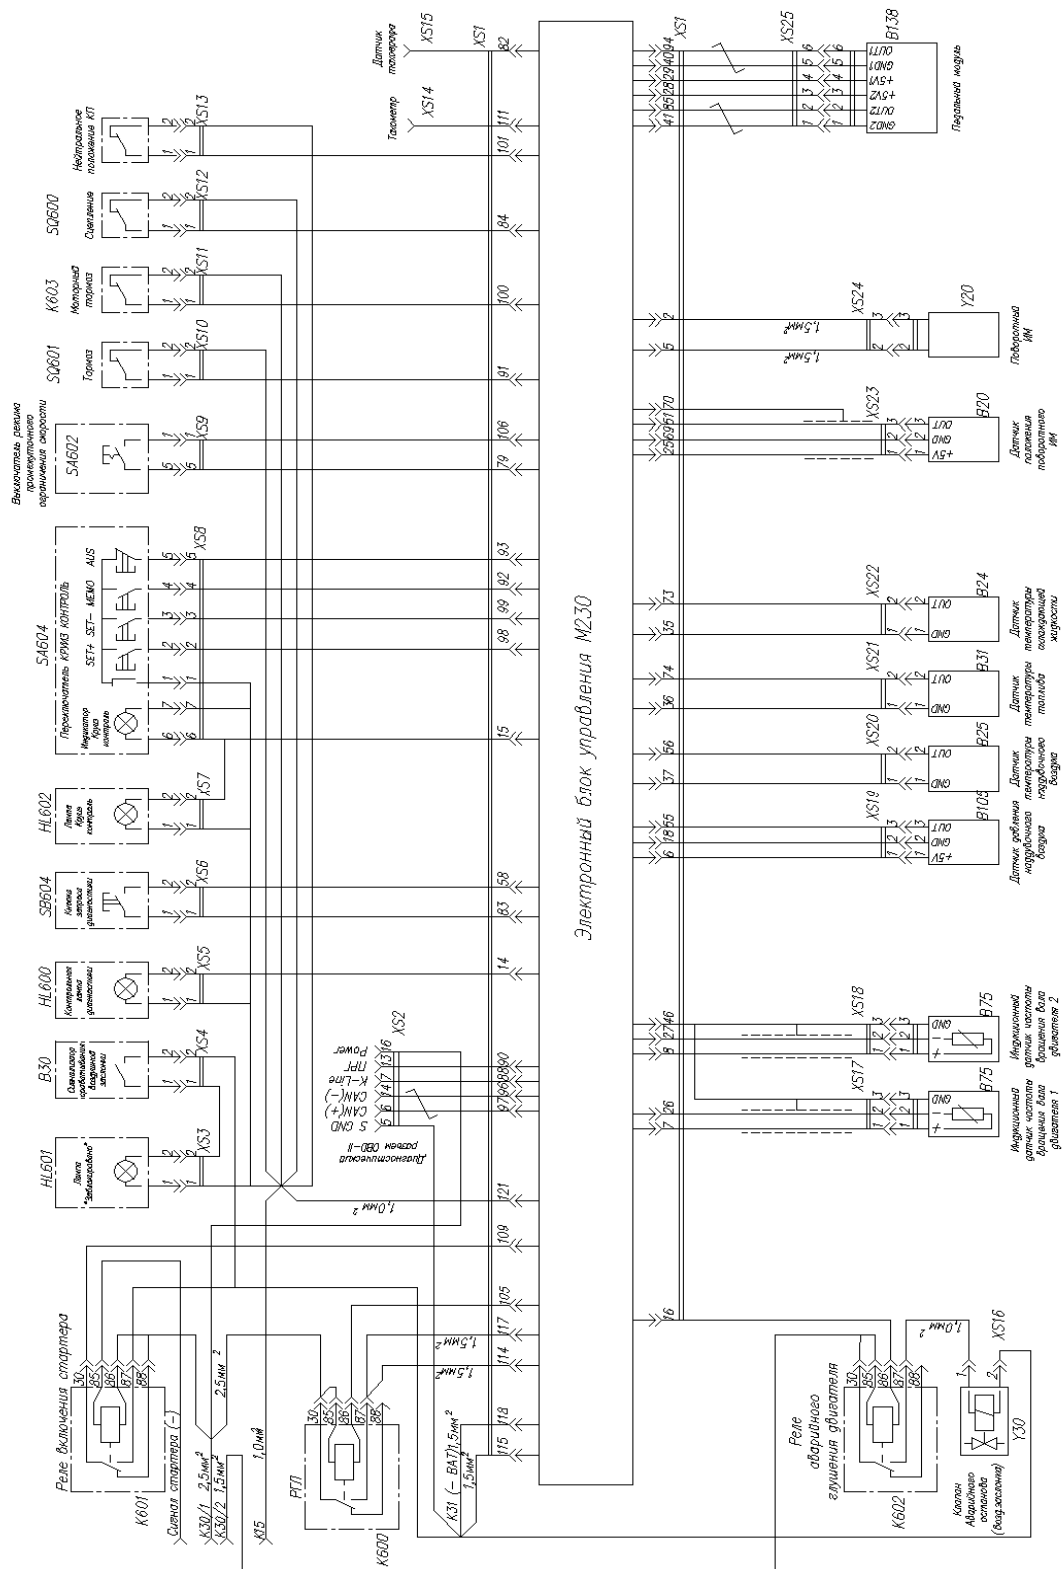
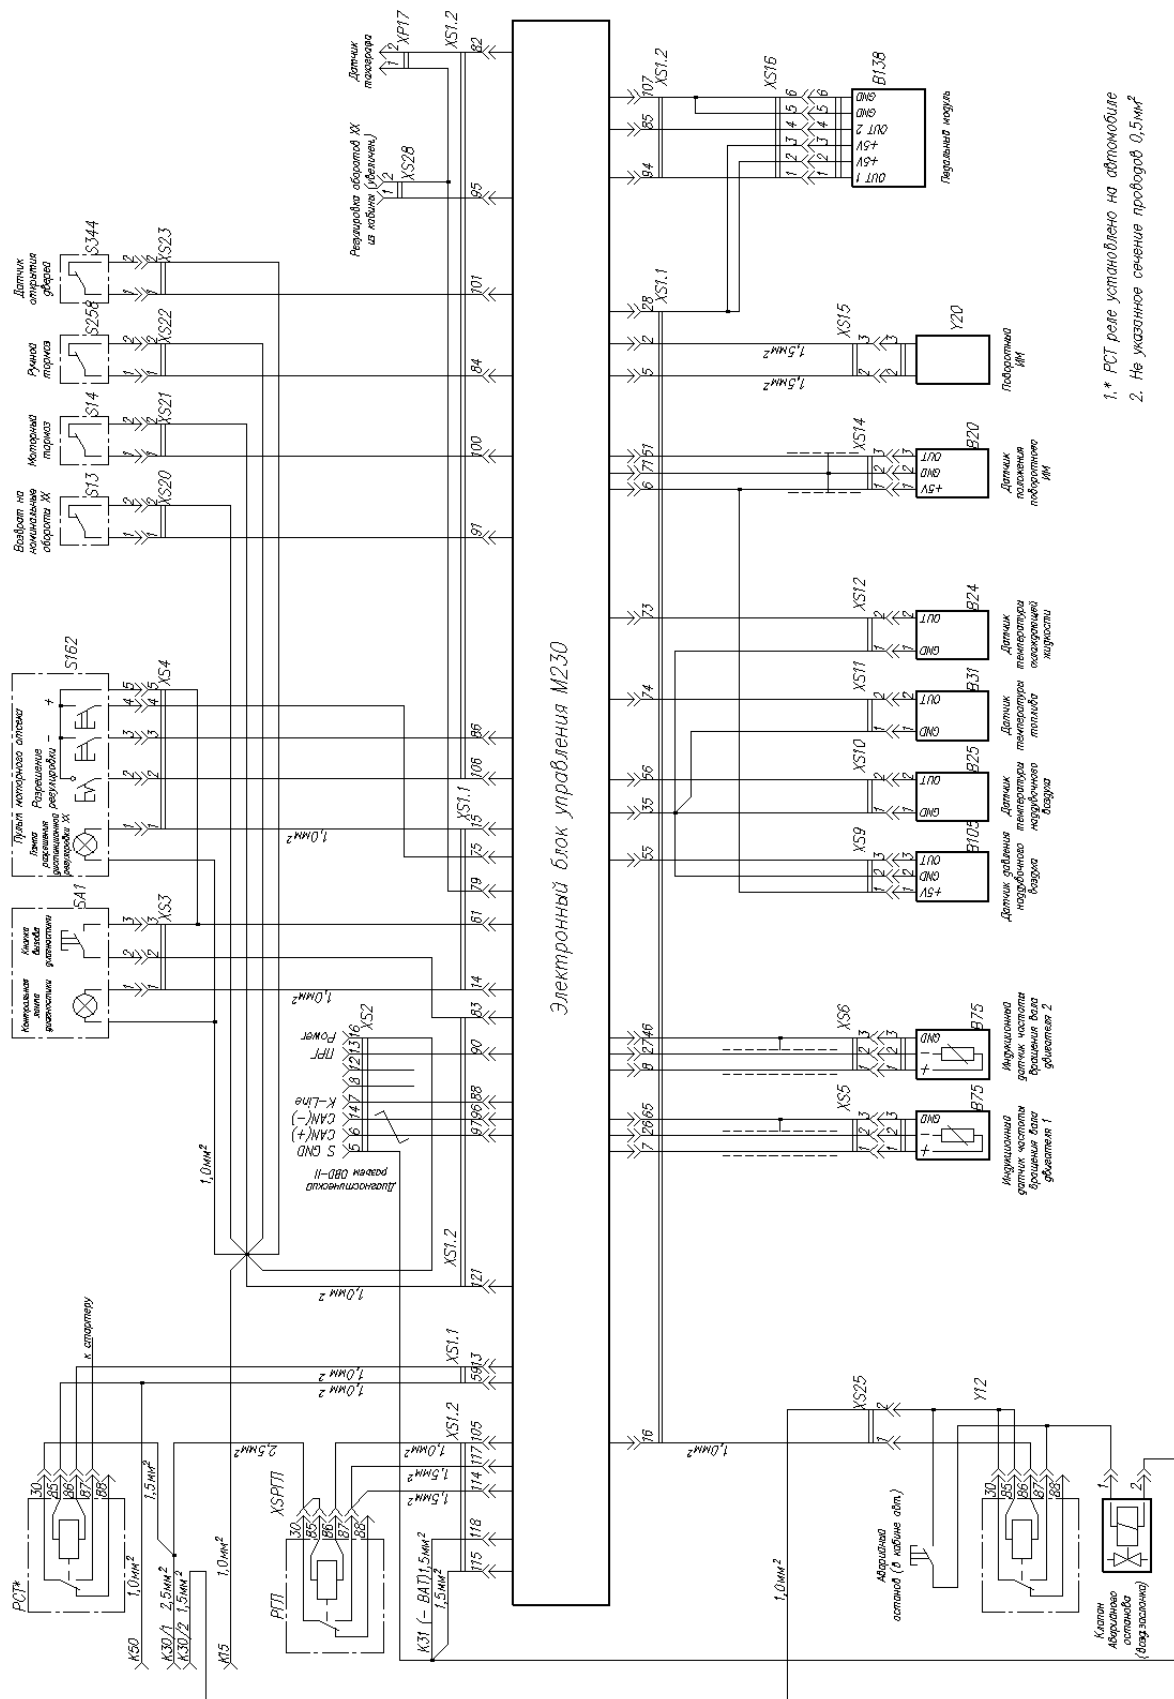

Рисунок 1. Схема электрических соединений СУДД М230.Е3 для автомобилей МА3 семейства 6422, 6430
Рисунок 2. Схема электрических соединений СУДД М230.Е3 для автобуса ЛИАЗ
2.1 Схема электрических соединений СУДД М230.Е3 для автомобилей МАЗ семейства 6422, 6430 (Рисунок 1) и автобуса ЛИАЗ (Рисунок 2)